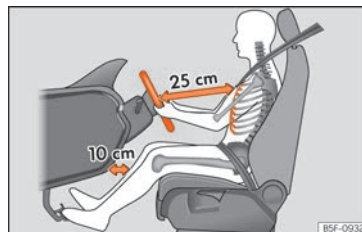

Fig. 3 A separação correta entre o condutor e o volante deve ser de 25 cm no mínimo (10 polegadas).
- Ajuste o volante de modo a ficar a uma distância de, pelo menos, 25 cm (10 polegadas) do esterno » **Fig. 3** e a poder segurá-lo com ambas as mãos pelos lados, pela parte exterior, com os braços ligeiramente fletidos.
- Ajuste longitudinalmente o banco, de modo a poder carregar a fundo nos pedais com os joelhos ligeiramente fletidos e a ficar uma distância entre a zona dos joelhos e o painel de instrumentos de pelo menos 10 cm (4 polegadas) » **Fig. 3.**